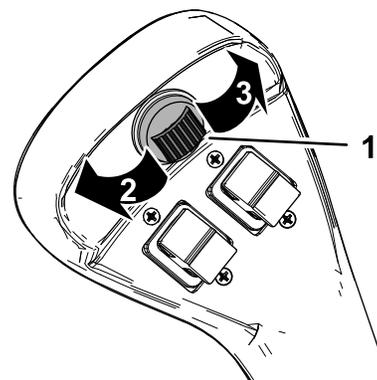

Рисунок 22
Используйте переключатель вспомогательного навесного оборудования (Рисунок 22) для
- Нажмите переключатель вспомогательного навесного оборудования вправо до его фиксации на месте для работы гидравлическим навесным оборудованием в прямом направлении (Рисунок 22). Используйте переключатель основного навесного оборудования для управления функцией; см. раздел Переключатель основного навесного оборудования \(страница 16\).